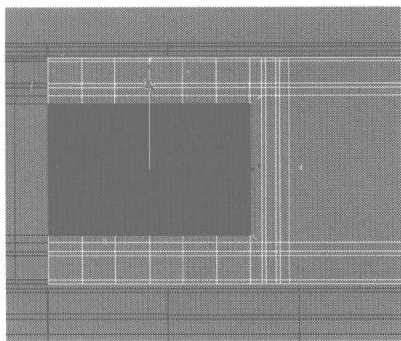

图 4.392
- 45** 在 Bottom 视图中将选择的面用缩放工具沿 Y 轴进行缩小，如图 4.392 所示，在 Edit Polygons 卷展栏